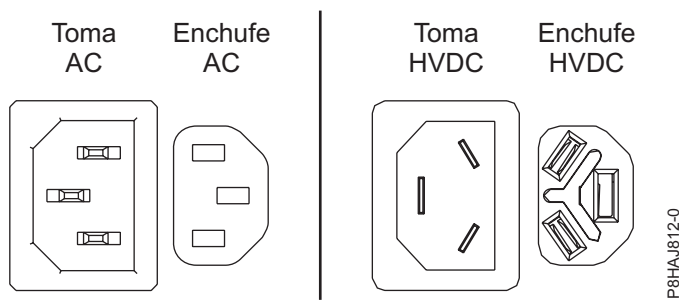
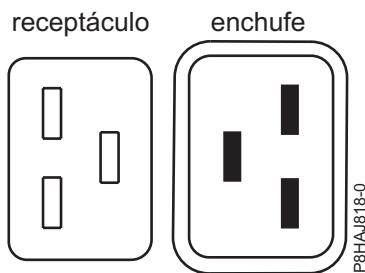
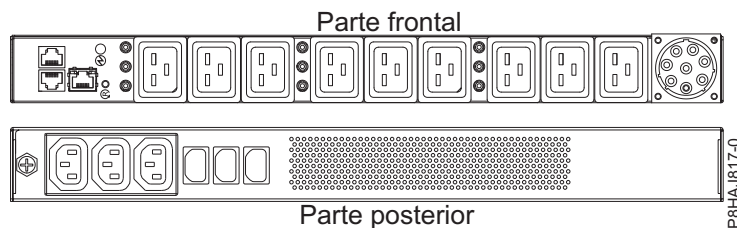

Figura 50. Conectores de CA y HVDC
Figura 51. Conectores del sistema 8408-44E
Figura 52. PDU del sistema 8408-44E
En la Figura 50, se muestran los conectores admitidos de corriente alterna (CA) y de corriente directa de alto voltaje (HVDC). En la Figura 51 y la Figura 52, se muestran los conectores soportados y la unidad de distribución de alimentación (PDU) soportada para 8408-44E.